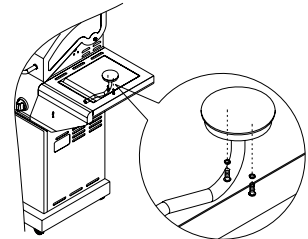

Figure 14
3. Insérer le bouton de commande du brûleur latéral sur la tige de la valve et serrer avec une clé hexagonale, comme illustré à la fig. 14.